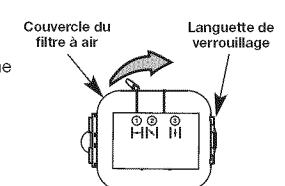

Fig. 18
- Retirez le filtre à air (Fig. 18).
- Remettez le filtre en place (Fig. 18).
- Pour réinstaller le couvercle du filtre à air, positionnez les crochets sur le côté gauche de la plaque arrière (Fig. 18).